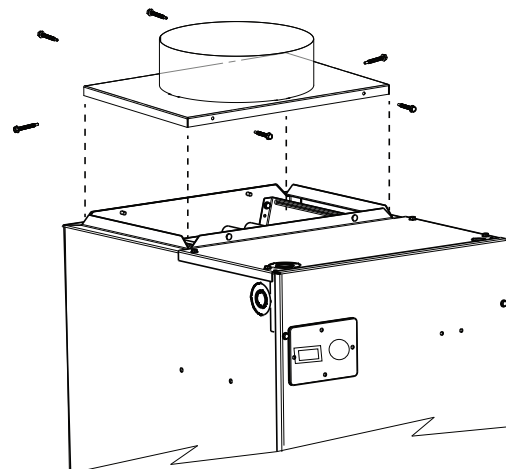

Fig. 5 – Installation type de la transition de conduit
10. Utilisez les vis fournies pour fixer la plaque de transition du conduit rond ou ovale au sommet de l'appareil (Fig. 5).